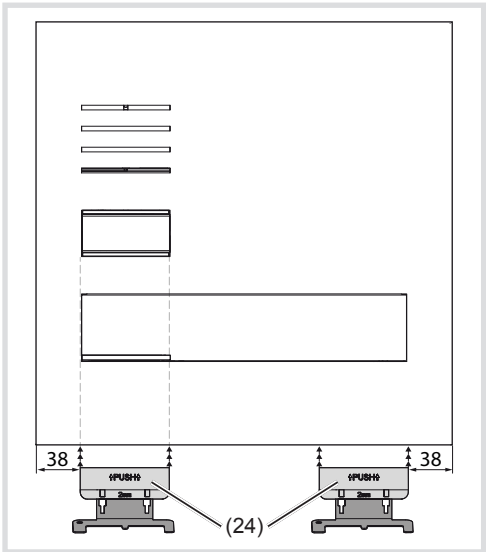

Bild 16: Öffnen der Briefkastenfront
- Öffnungswerkzeuge (24) entsprechend Bild 16 mit Abstand von 38 mm zu den Seiten ansetzen und nach oben drücken (Bild 16). Die Briefkastenfront springt aus der unteren Verrastung nach vorne und kann geöffnet werden.